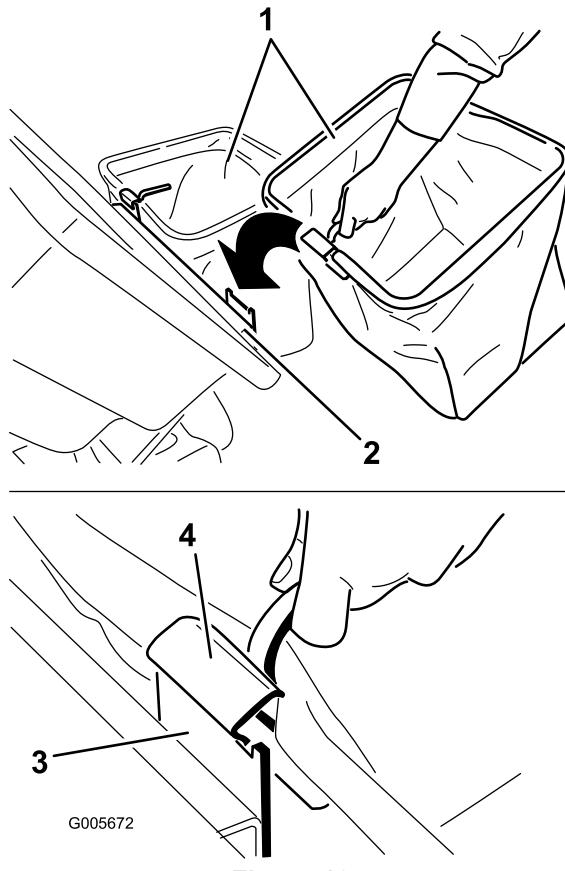

Figura 18
2. Levante la tapa del ensacador e instale las bolsas, colocando el enganche del bastidor de cada bolsa sobre los soportes de retención (Figura 18).